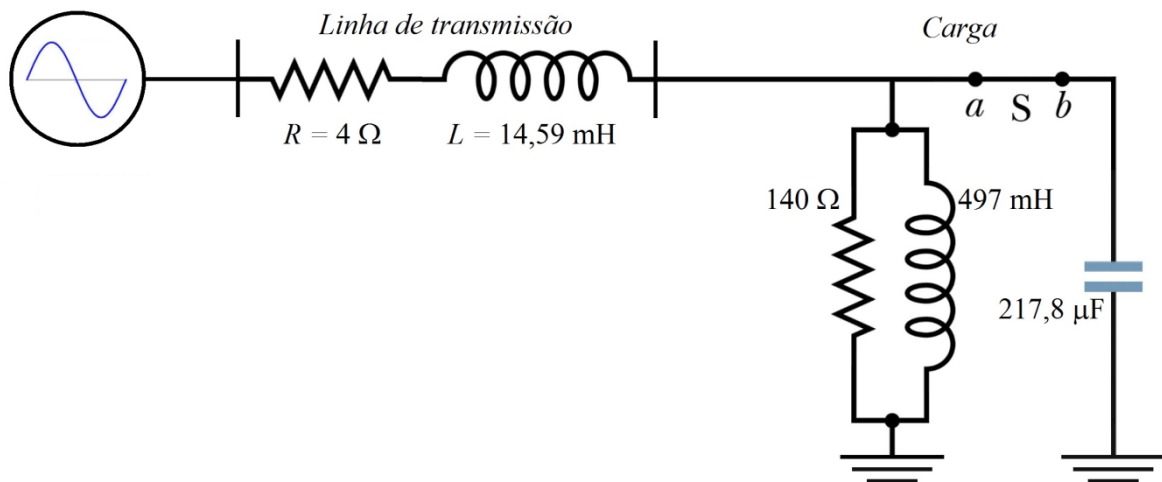

Figura 1. Circuito elétrico com correção de fator de potência
c) Qual a relação entre potência ativa (P), potência reativa (Q), potência aparente (S) e fator de potência (FP)? \_\_\_\_\_
e) Para os valores indicados no circuito da figura 1,